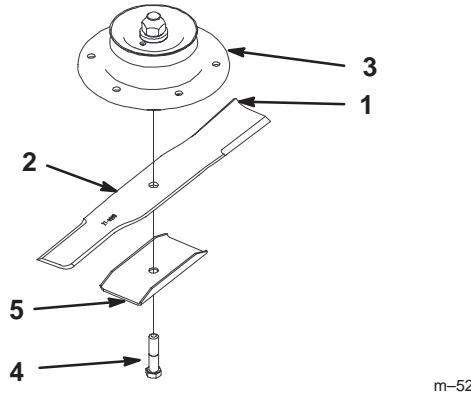
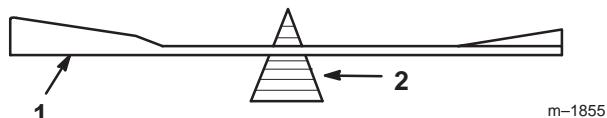

Figure 42
Figure 44
1. Tenez la lame à son extrémité avec un chiffon ou un gant épais, Enlevez de l'axe de la lame, le boulon, le renfort de lame et la lame (Fig. 42).
2. Vérifiez l'équilibre de la lame en la plaçant sur un équilibrEUR (Fig. 44). Si la lame reste horizontale, elle est équilibrée et peut être utilisée. Si la lame est déséquilibrée, limez un peu l'extrémité de la partie incurvée seulement (Fig. 42). Vérifiez de nouveau et répétez la procédure jusqu'à ce que la lame soit équilibrée.
- Placez la lame sur l'axe (Fig. 42).
Important Pour une coupe correcte, la partie incurvée de la lame doit être tournée vers le haut et dirigée vers l'intérieur du carter de tondeuse (Fig. 42).
- Installez la rondelle de blocage et le boulon de fixation (Fig. 42). Serrez les boulons à 115–140 Nm.